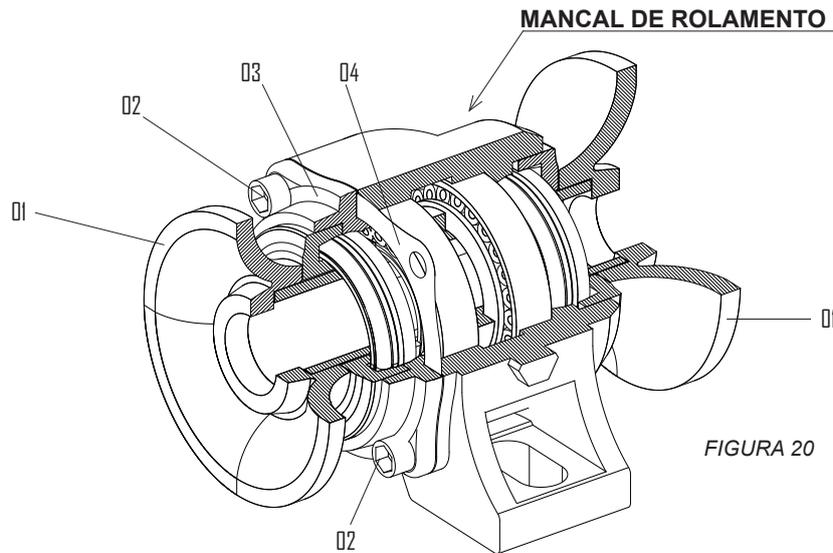

FIGURA 20
- Retire a arruela (1) figura 20.
- Soltar os parafusos (2) e retirar a tampa (3).
- Retirar 1 ou 2 juntas (4), da tampa do mancal.
- Recolocar novamente a tampa (3) e reapertá-la.
- Se persistir a folga, pode-se facear a tampa item 3, para aumentar a regulagem, em seguida monte a mesma no mancal com quantas juntas forem necessárias.